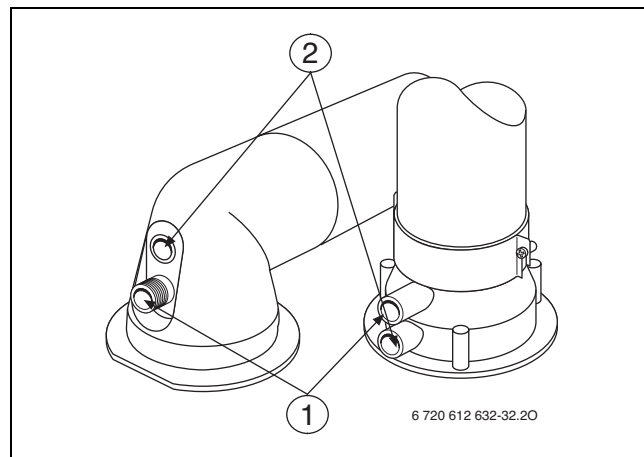

Fig. 47
- Rimuovere il tappo della presa di analisi dell'aria comburente (→ fig. 47, [2]).
- Rimuovere il tappo di chiusura dalla presa di analisi dei combusti (→ fig. 47, [1]).